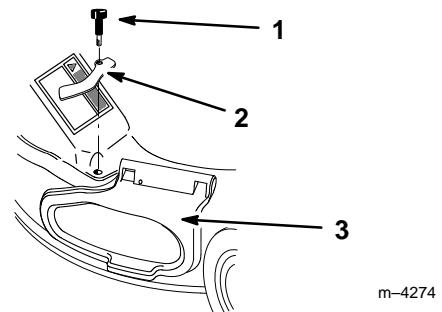

Figure 39
- Fixer le coin avant droit du conduit d'éjection et le couvercle latéral à l'aide de la bride de blocage déposée précédemment et du bouton à longue tige fourni avec le sac de ramassage (Fig. 39).